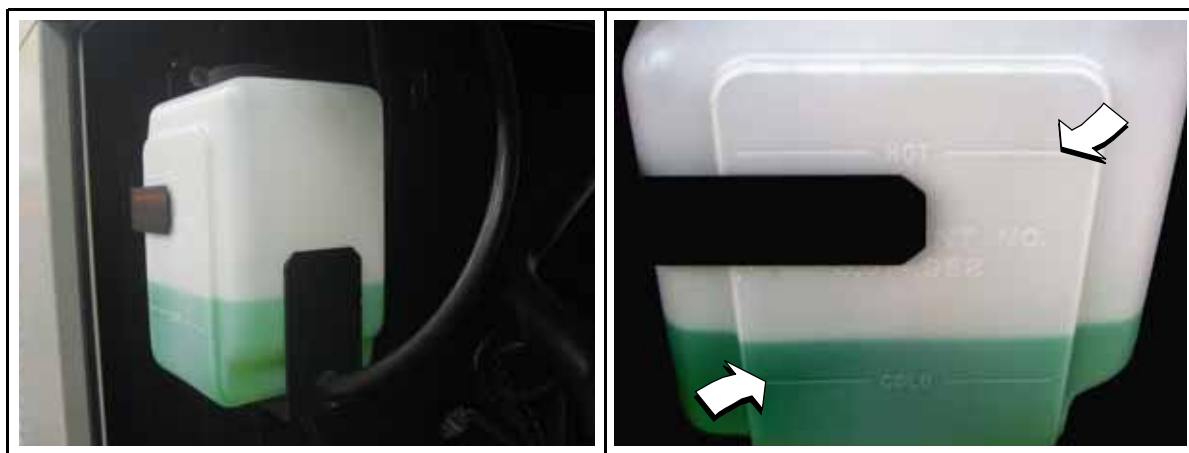

Рис. 5-6. Расширительный бак охлаждающей жидкости
1. Убедитесь в том, что уровень охлаждающей жидкости находится между отметками HOT (ГОРЯЧИЙ) и COLD (ХОЛОДНЫЙ) на расширительном баке. См. Рис. 5-6.